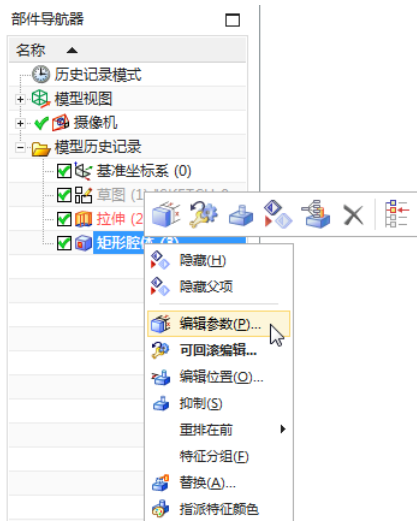

图 11-68 选择要编辑的特征
(1) 单击视图区右侧的图标,打开“部件导航器”对话框,选中矩形腔体,在其上单击鼠标右键,在弹出菜单上选择“编辑参数”按钮,如图 11-68 所示。